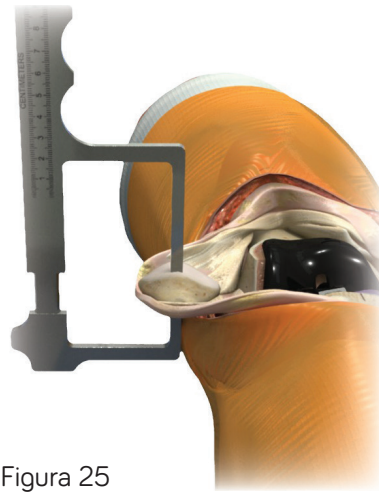

Figura 25
**Nota:** El Resuperficializador de Rótula ANTHEM tiene 9mm de ancho para todos los tamaños (Figura 25).